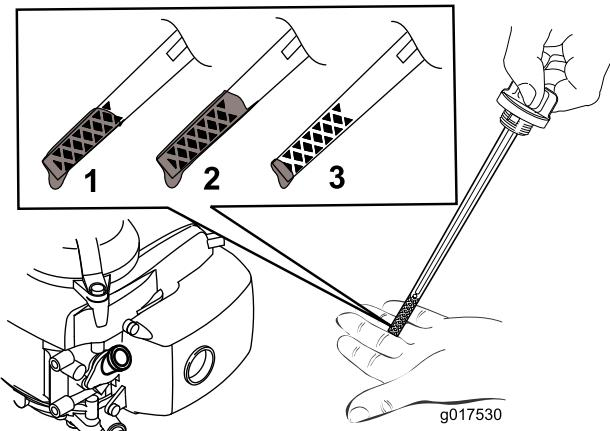

図 5
- ディップスティックを外す図5。
注 ディップスティックで量を確認しながら図5に示される適正量までオイルを入れる。オイルを入れすぎてしまった場合には、「エンジンオイルの交換」の項に従って余分なオイルを抜き取ってください。